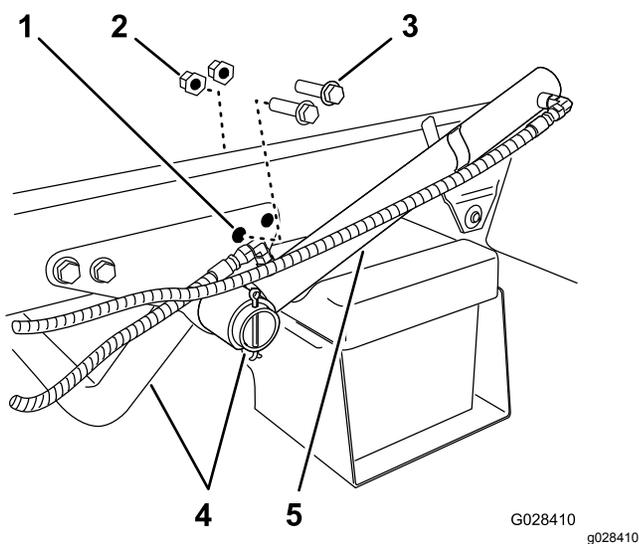

Рисунок 8
1. Отверните два задних болта с фланцевыми головками и две фланцевые контргайки, которые крепят опорный кронштейн трубы двигателя к раме автомобиля (Рисунок 8).
2. Поверните подъемный цилиндр, чтобы получить зазор, необходимый для установки прижимного кронштейна для рамы бака (Рисунок 8).